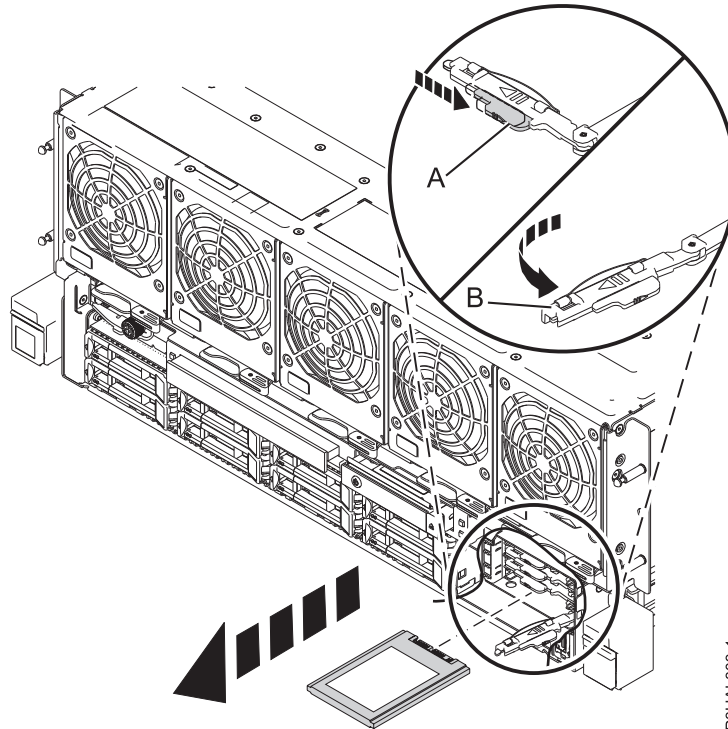

Abbildung 6. Solid-State-Laufwerk ausbauen
- a. Entriegeln Sie den Griff des Laufwerks (**B**), indem Sie die Verriegelung (**A**) in die gezeigte Richtung schieben und den Griff des Laufwerks (**B**) zu sich hin nach außen ziehen (siehe Abb. 6 auf Seite 8). Wird der Griff nicht ganz nach außen gezogen, lässt sich das Solid-State-Laufwerk nicht aus dem System schieben.